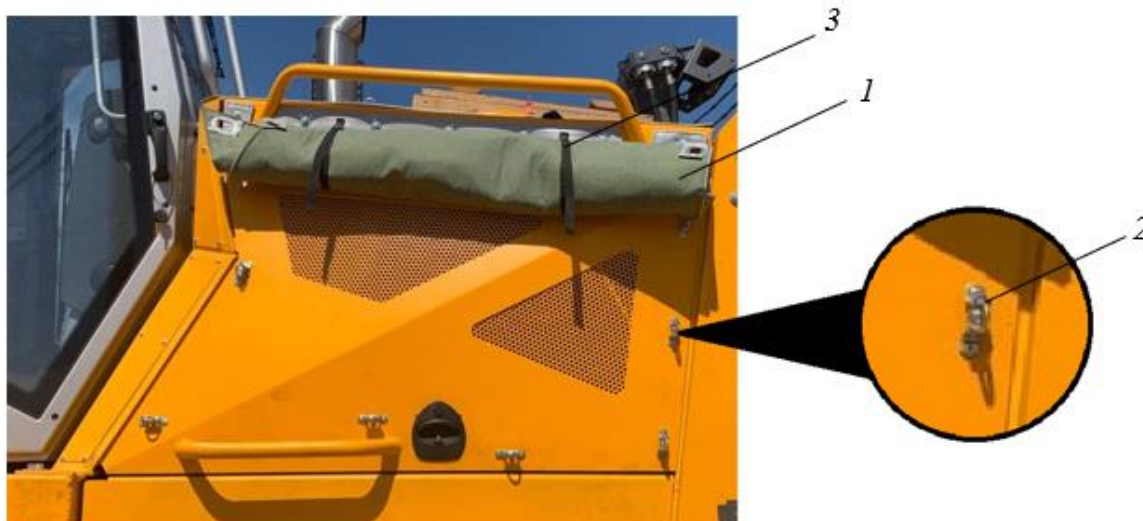

Рисунок 3.54. Открытое положение чехлов сбоку
При переходе на зимнее время эксплуатации (температура окружающей среды ниже 5°C) для поддержания заданной рабочей температуры ДВС и других систем машины комплект поставки опционально включает съемные чехлы, см. рис. 3.54.
- ▶ Отстегнуть ремни поз. 3 рис. 3.54.
- ▶ Привести все поворотные скобы в положение «ОТКРЫТО» поз. 2 рис. 3.54 (если скоба находится в положении «ЗАКРЫТО», необходимо потянуть за скобу на себя и повернуть ее на 90 град. в положение «ОТКРЫТО»).
При переходе на летний период эксплуатации, когда среднесуточная температура выше 5°C, необходимо произвести демонтаж (поднятие) чехлов, приведя машину к виду, изображенному на рис. 3.54 и рис. 3.57.
- ▶ Перевести все поворотные скобы в положение «ОТКРЫТО» поз. 2 рис. 3.54 (Если скоба находится в положении «ЗАКРЫТО», необходимо потянуть за скобу на себя и повернуть ее на 90 град. в положение «ОТКРЫТО»).
- ▶ Застегнуть ремни поз. 3 рис. 3.54.